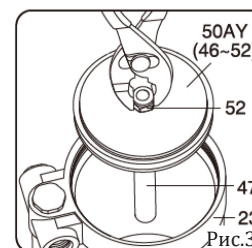
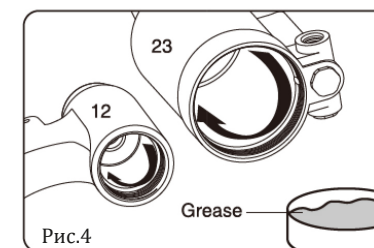
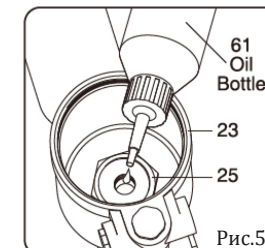

Рис.3
Рис.4
Рис.5
- Открутите основание (2) с помощью ключа №24, затем, используя ключи №22 и №24, отсоедините корпус губок с внутренними запчастями.
- Открутите торцевую чашку пневмоцилиндра (52) и кольцо (51), используя ключ №22, затем с помощью плоскогубцев медленно вытащите собранный воздушный поршень (49AY) (рис.3). Будьте осторожны, не поцарапайте стержень воздушного поршня (48) и внутреннюю стенку воздушного цилиндра (23). Слейте грязное гидравлическое масло через воздушный цилиндр (23).
- Проверьте и переустановите изношенное амортизаторное кольцо (46), пневматическое поршневое кольцо (47) и кольцо чашки воздушного цилиндра (51). Также проверьте и переустановите изношенный стержень воздушного поршня (48) и поврежденный поршень (49). В завершение проверьте стопорную гайку воздушного поршня (50) и закрепите ее как следует.
- Используйте длинную головку на 35 мм, чтобы открутить стопорную гайку масляного цилиндра (25), а затем с помощью штифта подходящего размера осторожно вытолкните штифт рычага (34), чтобы отсоединить спусковой рычаг (30) от воздушного цилиндра (23). Используя шестигранный ключ 3 мм, открутите стопорную гайку (24) за спусковым рычагом (30), и затем осторожно вытащите масляный цилиндр (12) из воздушного цилиндра (23). Проверьте и замените изношенный или с поцарапанной внутренней стенкой воздушный цилиндр (23).
- Осторожно демонтируйте торцевую крышку масляного цилиндра (20), снимите подвесной кронштейн (19) и уплотнительное кольцо подвесного кронштейна (18), снимите большую и маленькую возвратные пружины (16 и 17), и медленно надавите на резьбовой конец масляного поршня (13), чтобы вытащить масляный поршень полностью (13AY). Обратите внимание на демонтированную торцевую крышку масляного цилиндра (20). Не позволяйте выскочить большой и маленькой пружине и поранить кого-то. Будьте осторожны, не поцарапайте стержень масляного поршня (13) и внутренние стенки масляного цилиндра.
- Поменяйте изношенные уплотнительные кольца (10) и опорные кольца (11) на верхней и нижней части масляного цилиндра (12), то же самое необходимо проделать с кольцами 14 и 15. Проверьте стержень масляного поршня (13) и замените, в случае, если он изношен или поцарапан, а также масляный цилиндр (12), возвратные пружины (16 и 17), уплотнительное кольцо крышки масляного цилиндра (21).
- Промойте и смажьте внутренние стенки масляного (12) и воздушного цилиндров (23) (рис.4), уплотнительное поршневое кольцо (14) и пневматическое поршневое кольцо (47).
- Вернитесь назад на несколько шагов, чтобы собрать снова масляный поршень (13AY) и маленькую пружины (16 и 17), торцевую крышку масляного цилиндра (20) вместе с подвесным кронштейном (19) и его уплотнительным кольцом (18), контейнер для сбора стержней (22). Будьте внимательные, не позволяйте выскочить большой и маленькой пружине и поранить кого-либо (16 и 17).
- Снова соберите масляный (12) и воздушный цилиндры (23) вместе, выровняйте их и осторожно закрутите стопорную гайку (24) с помощью 3-х мм ключа, затем закрепите контргайку масляного цилиндра (25) с помощью удлиненной головки 35 мм. В конце, обратно соедините спусковой рычаг (30) и воздушный цилиндр (23), осторожно вставив в отверстие штифт (34).
- Положите инструмент и возьмите бутылочку с маслом (59), чтобы заполнить масляный цилиндр (12) новым гидравлическим маслом через воздушный (23), до тех пор, пока масло не достигнет верхнего уплотнительного кольца масляного цилиндра (10) (рис.5). Убедитесь, что контейнер не переполнен, и немного подождите, пока масло не перестанет выпускать пузырьки воздуха.
- Используйте плоскогубцы, чтобы разжать стопорную гайку воздушного поршня (50) и медленно воткните воздушный поршень в масляный цилиндр (12) через стопорную гайку (25) (рис. 3). Затем, нажмите на собранный воздушный поршень (49AY) 2-3 раза. В окончании, снова соберите вместе торцевую чашку воздушного цилиндра (52) и кольцо (51) с помощью ключа 22 мм (58).